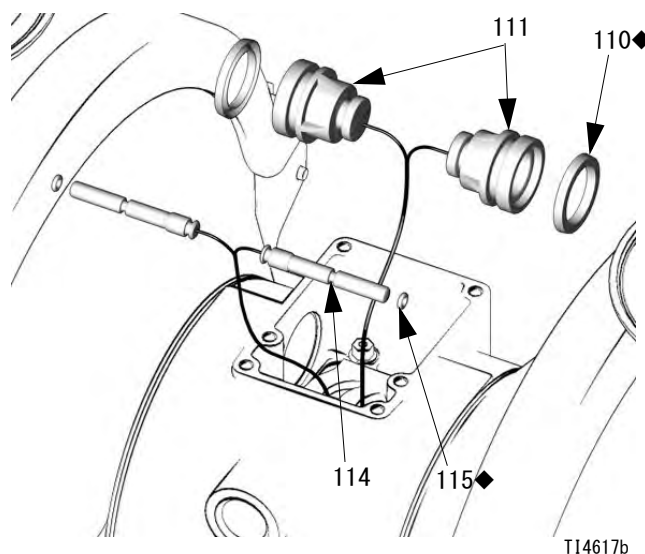

図 10
3. パイロットピン (114) ごとに O リング (115) を取り付けます。ピンと O リングにグリースを塗ります。ピンを細い側を先にしてベアリングに挿入します。図 10 を参照のこと。
4. アクチュエータピストン (111) ごとに U カップパッキン (110) を取り付けます。パッキンのリップをピストンの細い側に向けます。図 10 を参照のこと。
5. U カップパッキン (110) とアクチュエータピストン (111) に潤滑剤を差します。アクチュエータピストンを太い側を先にしてベアリングに挿入します。ピストンの細い側が見えるようにしておいてください。図 10 を参照のこと。